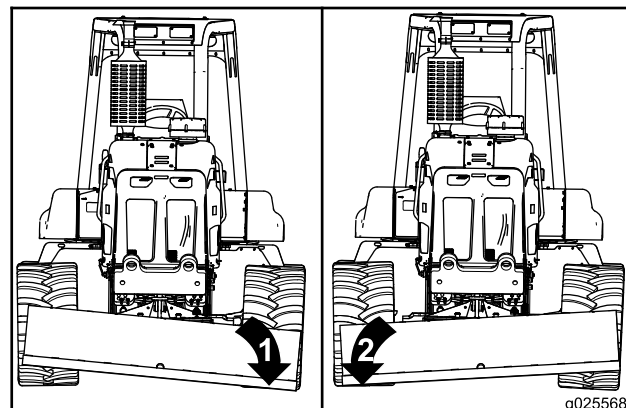
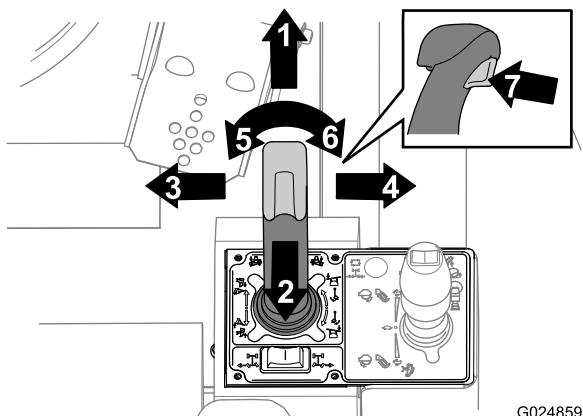
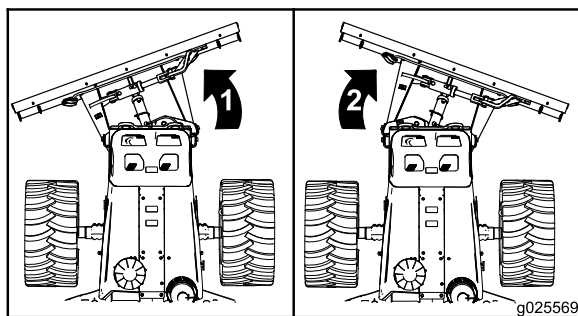

Figura 51
Figura 48
Figura 52
- Per inclinare la lama livellatrice in basso verso sinistra, spostate il joystick a sinistra, verso di voi (Figura 48 e Figura 51).
- Per inclinare la lama livellatrice in basso verso destra, spostate il joystick a destra, lontano da voi (Figura 48 e Figura 52).
Utilizzate la lama livellatrice per spingere i detriti nel fosso. Potete controllare la lama livellatrice con il joystick lama livellatrice/lama vibrante. Utilizzate il joystick, il grilletto e l'interruttore per il pollice come illustrato in Figura 48.
- Per angolare la lama livellatrice a sinistra, premete la metà sinistra del comando per il pollice (Figura 52).
- Per angolare la lama livellatrice a destra, premete la metà destra del comando per il pollice (Figura 52).
- Per trattenere la lama livellatrice, mantenete il joystick nella posizione Hold (folle) (Figura 48).
- Per far flottare la lama livellatrice, premete il grilletto (Figura 48).